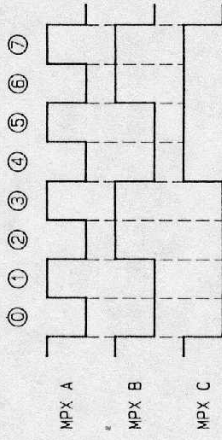

Fig.5
- スライダはつまみの位置に応じた電圧を0~+5Vの範囲で出力します。8本分のスライダ出力は1個の4051に入力され、IC5 (on MB) からのマルチプレクス化信号によってマルチプレクスされた後、ボルテージ・フォロワを通じてIC5のアナログ入力ポートに入力されます。回路の概略をFig.4に、また、IC5からのマルチプレクス化信号をFig.5に示します。